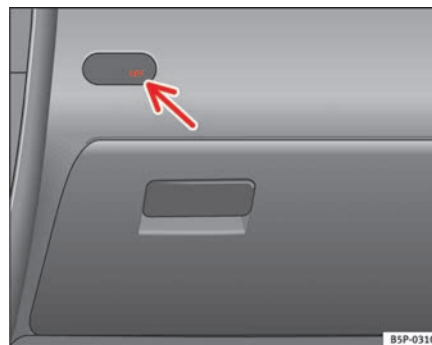

Fig. 27 Luz avisadora da desactivação do airbag do acompanhante
- Verificar se, com a ignição ligada, a luz avisadora «OFF» no painel de instrumentos ⇒ fig. 27 permanece acesa ⇒ ⚠.
- Verificar se, com a ignição ligada, a luz avisadora ⇒ **página 44, fig. 27** não permanece acesa no painel de instrumentos ⇒ .